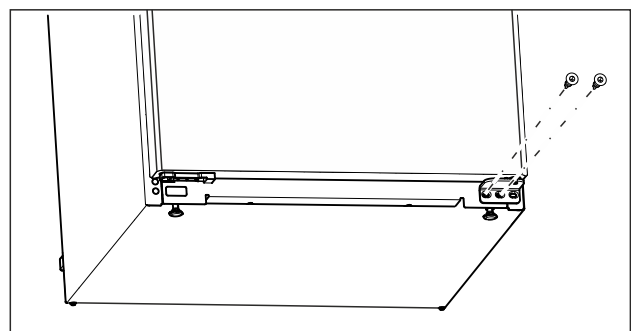

Fig. 10
- ▶ Am unteren Lagerbock die mittlere Schraube mit Schraubendreher Torx 20 herausdrehen. (siehe Fig. 10)
- ▶ Am unteren Lagerbock die innere Schraube mit Schraubendreher Torx 20 herausdrehen. (siehe Fig. 10)